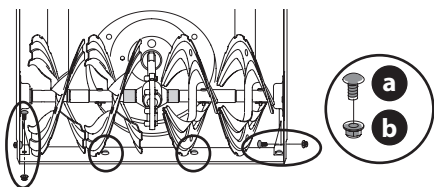

Figure 72
3. Extraiga los pernos del carro (a) y las tuercas hexagonales (b) que la sujetan a la caja de la barrena (Figure 72).
4. Monte la placa de raspado nueva, asegurándose de que las cabezas de los pernos del carro se encuentren del lado interior de la caja. Apriete bien (Figure 72).